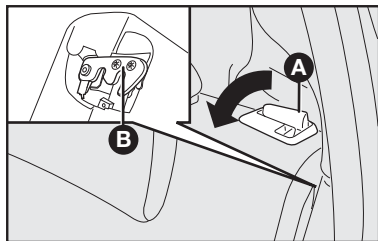

fig. 12
- destravar o encosto do banco traseiro através das alavancas laterais **A-fig. 12**, na direção da seta;
- posicionar o encosto em um dos encaixes da trava **B-fig. 12** atuando nas alavancas laterais e empurrar o encosto, certificando do completo travamento.